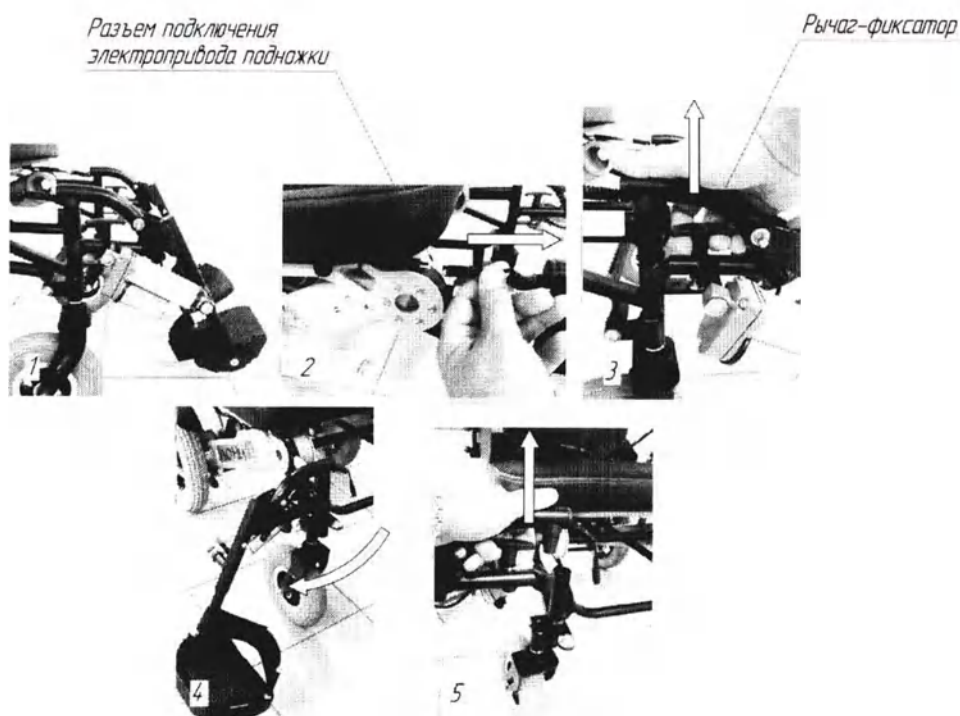

Рис. 9
1. перед началом складывания подлокотники перевести в транспортное положение (Рис.9) потянув в сторону фиксатор подлокотника (Рис.4)